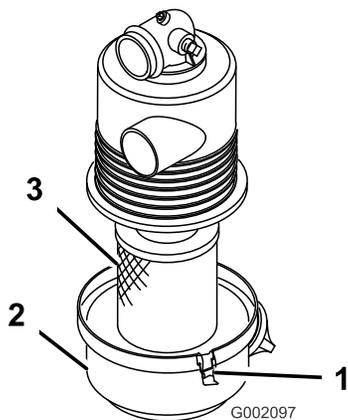

Рисунок 16
1. Проверьте корпус воздухоочистителя на отсутствие повреждений, которые могут вызвать утечку воздуха. Убедитесь в том, что крышка герметично установлена на корпусе воздухоочистителя (Рисунок 16).
2. Отпустите фиксаторы, крепящие крышку воздушного фильтра на его корпусе (Рисунок 16).
3. Отделите крышку от корпуса и очистите внутреннюю поверхность крышки воздушного фильтра (Рисунок 16).
3. Вставьте элемент в корпус воздушного фильтра (Рисунок 16).
4. Совместите крышку воздухоочистителя с его корпусом (Рисунок 16).
5. Закрепите крышку на корпусе фиксаторами (Рисунок 16).